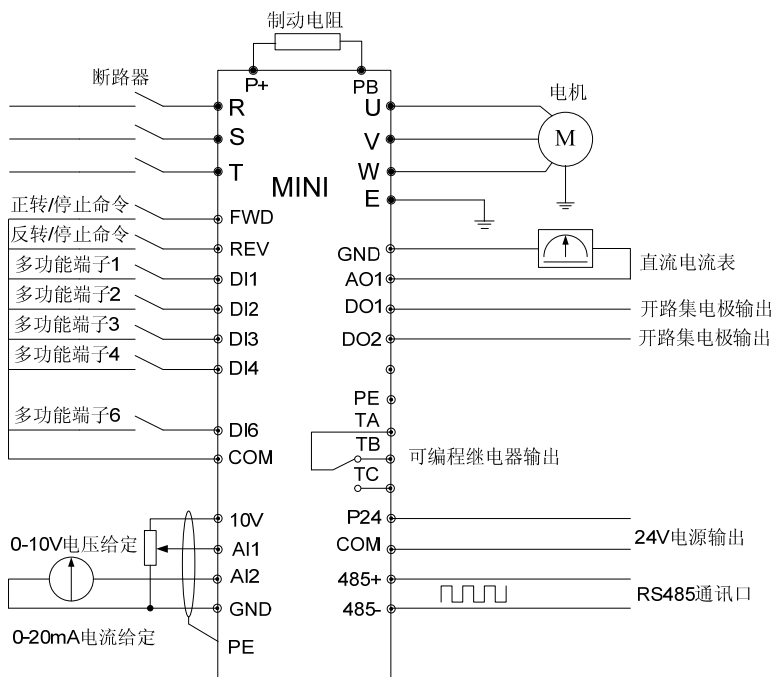

图 2-4 MINI-SMB 运行配线图
3. 以上为 MINI-LMB 的接线图，MINI-SMB 为 MINI-LMB 的精简版部分功能取消，见图 2-4